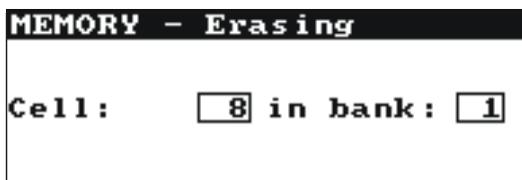

Ilustración25. Borrado de una célula de la memoria: 1 – número del banco, 8 – número de la célula, 1 – banco con al menos una célula ocupada, 8 – célula ocupada
- con las teclas  y  seleccione el número del banco, y usando las teclas  y  el número de la célula, que quiere borrar (Ilustración25)